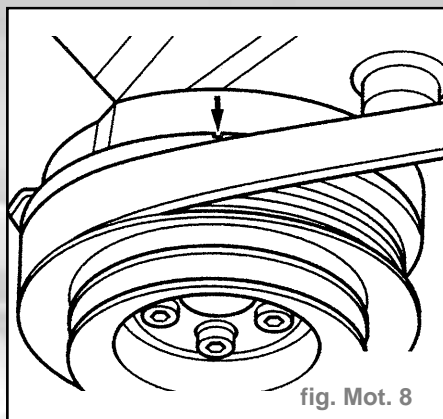

fig. Mot. 8
- Amener le vilebrequin au PMH du cylindre (fig. Mot. 8).